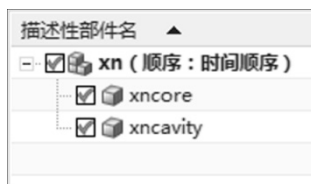

图 7-14 创建两个下层文件
(25) 在“装配导航器”中选中“xn”→单击鼠标右键→选取“WAVE”→选取“新建级别”，先选取下面的零件，文件名设为xncore；再选取上面的零件，文件名为xncavity。
(26) 在“装配导航器”中创建两个下层文件，如图 7-14 所示。
(27) 单击“保存”按钮，在 WAVE 模式建立的下层文件保存在指定目录中。